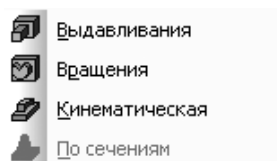

Рис. 2.24. Всплывающее меню пункта **Операция** выпадающего меню пункта **Операции** главного меню
- **Операция** вызывает всплывающее меню, показанное на рис. 2.24;